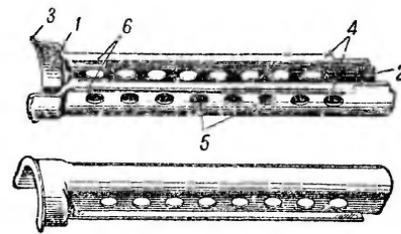

Рис. 50. Верхний кожух:
50. Верхний кожух (рис. 50) является продол-жением ствольной накладки. Он имеет: уши-ренный задний конец для соединения со ствольной накладкой; передний конец для соединения с надульником; задний бортик для ограничения смещения ложевого кольца; боковые загибы для соединения с нижним